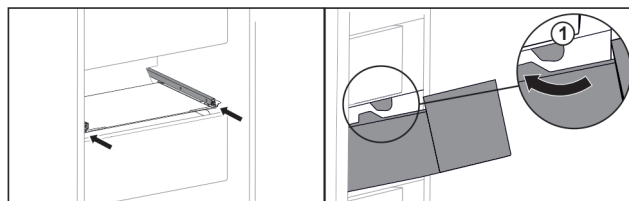

Fig. 39
- ▶ Vedte zásuvku podél zářezek Fig. 39 (1)\*.